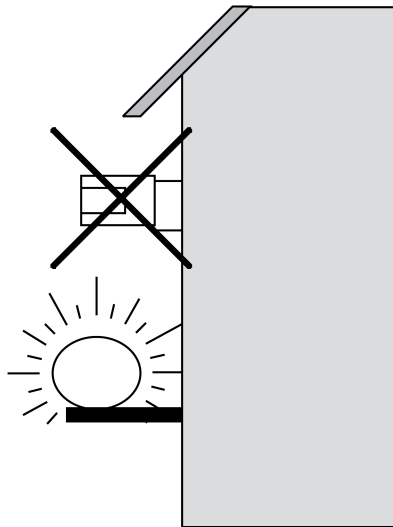

Figure 7
- Ne pas monter le détecteur directement au-dessus d'une lampe. Le refroidissement d'un éclairage peut être détecté comme une modification de la chaleur et peut entraîner une nouvelle activation (figure 7).